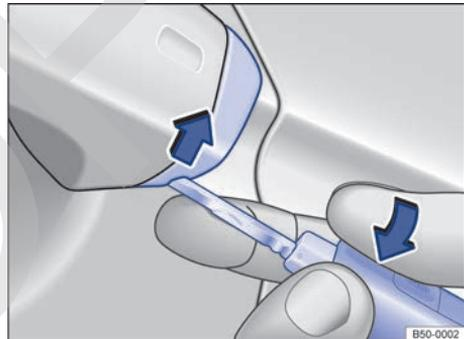

Fig. 66 Manilla de la puerta del conductor: desprender la caperuza haciendo palanca.
- Desprenda la caperuza haciendo palanca con el paletón en el sentido de la flecha → fig. 66.